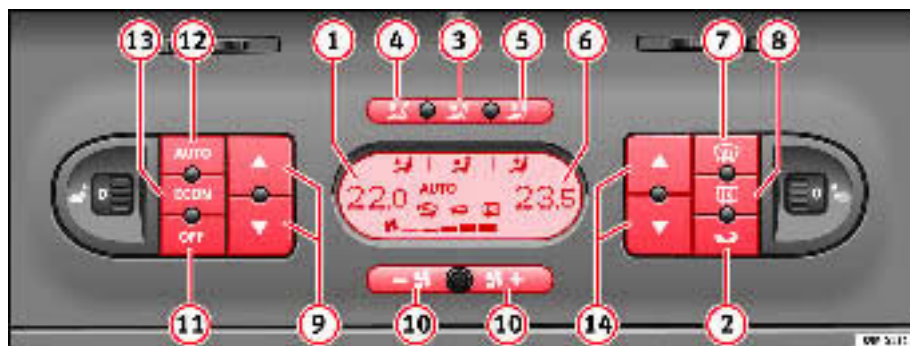

Fig. 130 Sur le tableau de bord : éléments de commande du Climatronic 2 zones
- Appuyer sur les touches de régulation de la température ⇒ page 164, fig. 130 9 ou 14 pour régler la température du côté gauche et droit respectivement.
- Appuyez sur la touche  ⇒ page 164, fig. 130. Le mot « AUTO » apparaît sur l'affichage.